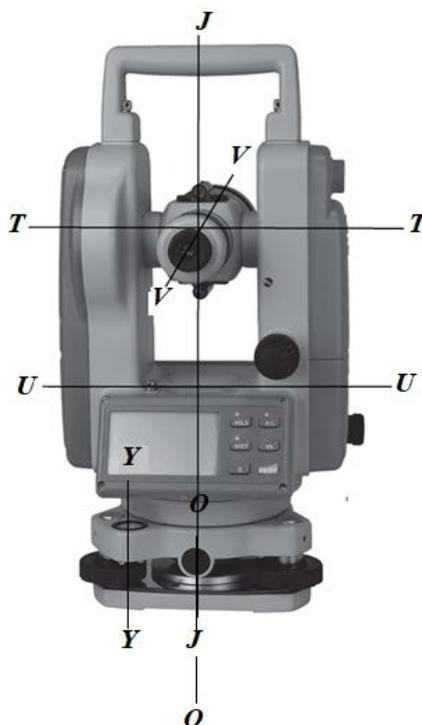

Рис. 8. Система осей теодолита:
*Условие.* Ось цилиндрического уровня  $UU$  (рис. 8) должна быть перпендикулярна к вертикальной оси вращения теодолита  $JJ$ .